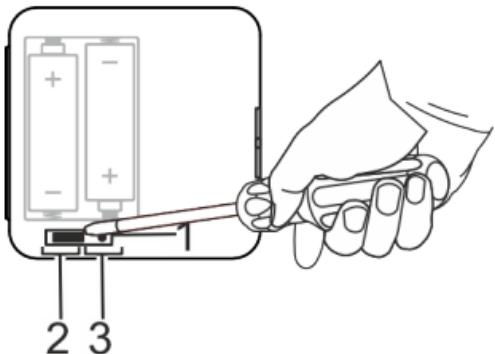

Fig. 7: Sollevamento del jumper
2. Sollevare il jumper (Fig. 7/1) nella mascherina dell'alloggiamento con un giravite a taglio.
3. Inserire il jumper (Fig. 7/1) in posizione PID (Fig. 7/3).